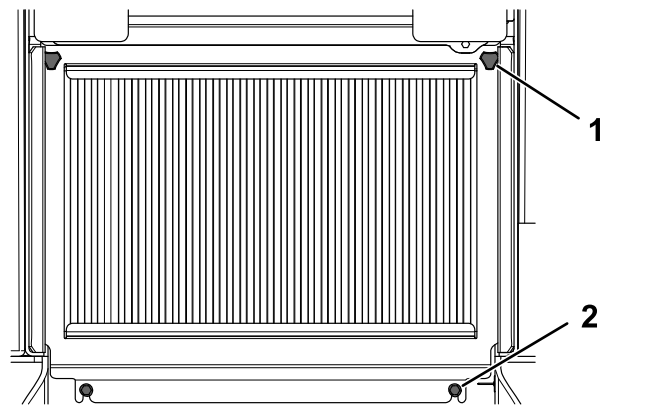

Figura 38
2. Afloje los 2 pernos que sujetan la parte inferior de la rejilla (Figura 38).
3. Afloje los 2 pomos de la rejilla (Figura 38).
1. Pomo (2)
2. Perno (2)
4. Levante la rejilla y retírela (Figura 38).